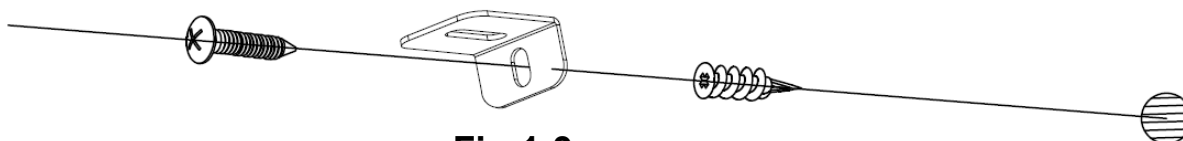

Fig 1-3
C. Monte el anclaje de plástico (C) en la pared seca, a continuación, monte el tornillo más largo (B) (incluido en el conjunto) a través del agujero en el soporte en forma de „L” en el anclaje para fijar la chimenea a la pared. (**Fig. 1-3**)